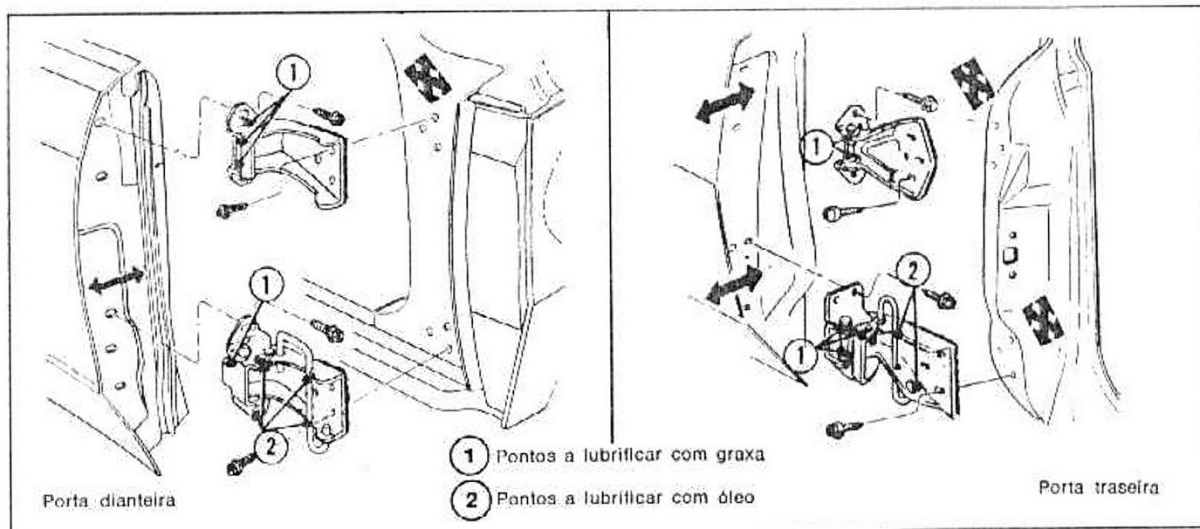

fig. 18 — regulagem das portas
ciente para corrigir o desalinhamento das portas. Os furos das dobradiças e/ou da carroceria, para fixação da dobradiça, são alargados ou alongados para proporcionar o alinhamento da porta (fig. 18). Os pontos de lubrificação são mostrados na mesma figura. **Não corrigir o desalinhamento da porta com o ajuste do pino-batente.**
1. Ver a fig. 18 para determinar quais os parafusos da dobradiça que devem ser soltos, para movimentar a porta na direção desejada.